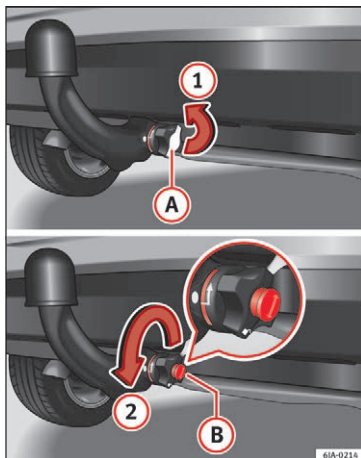

Fig. 199 Fjernelse af låseafdækning / Åbning af lås med nøgle
- Tag afdækningen **A** af håndhjulets lås i pilens retning **1** » Fig. 199.